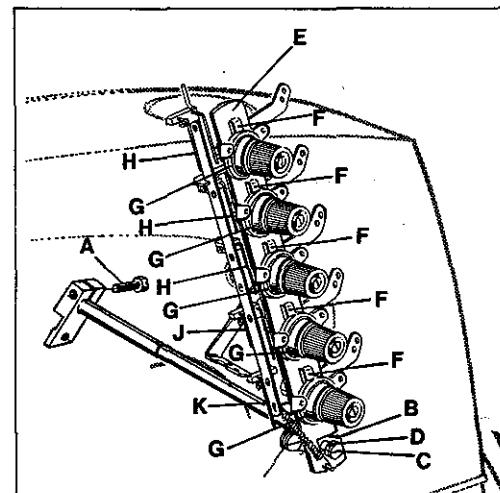

Fig.60
5.1 Loosen screw (A, Fig. 60) in the tension release lever on the back of the machine and set lever (B) of tension release lever shaft horizontal. Retighten screw (A).
5.2 Loosen screw (C, Fig. 60) and set the tension disc separator (E) by turning eccentric (D) so that the separators (F) are as close as possible to the tension discs (G) without touching them. Retighten screw (C). The tension discs must open as soon as the cutting process starts. The tension disc separator should move freely between the tension discs without binding.
5.1 Lösen Sie die Schraube (A, Fig. 60) im Spannungsauslösehebel auf der Rückseite der Maschine und stellen Sie den Hebel (B) der Auslösestange für Fadenspannung waagerecht. Ziehen Sie die Schraube (A) wieder an.
5.2 Lösen Sie die Schraube (C, Fig. 60) und stellen Sie den Spannungsscheibentrenner (E) durch Drehen des Exzentrers (D) so, daß die Öffner (F) so dicht wie möglich an den Fadenspannungsscheiben (G) stehen, ohne diese zu berühren. Ziehen Sie die Schraube (C) wieder an. Die Fadenspannungsscheiben müssen bei Beginn des Schneidvorganges öffnen. Der Spannungsscheibentrenner (E) muß zwischen den Fadenspannungsscheiben (G) freigehen ohne zu klemmen.
5.3 The thread pull-off hooks (H, Fig. 60) for the needle threads control the length of the needle thread tails on garment after trimming. The higher the hooks are set, the shorter the needle thread tails will be. Set the thread pull-off hooks (H) so that with free needle thread tails immediately the next stitch is formed, when sewing starts and the visible thread ends on the top of fabric are as short as possible. Set the thread pull-off hook (J, Fig. 60) for the looper thread so that the thread is clamped securely when trimmed. Set the thread pull-off hook (K, Fig. 60) for the spreader thread so that a sufficient amount of thread is pulled-off for the pneumatic cover thread pull-off (see item 7).
5.3 Die Fädenabzugshaken (H, Fig. 60) für die Nadelfäden regeln die Länge der Nadelfädenenden am Nähgut nach dem Abschneiden. Je höher die Haken gestellt werden umso kürzer werden die Nadelfädenenden.
Stellen Sie den Fädenabzugshaken (J, Fig. 60) für den Greifervaden so, daß der Faden beim Abschneiden sicher festgeklemmt wird.
Stellen Sie den Fädenabzugshaken (K, Fig. 60) für den Legfaden so, daß genügend Faden für den pneumatischen Legfadenabzug abgezogen wird (siehe Punkt 7).